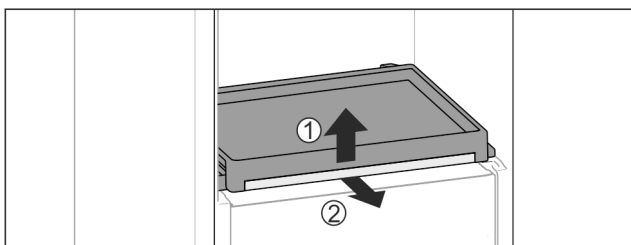

Fig. 42
- Auszugsbord mit Glasplatte entnehmen: Glasplatte vorne leicht anheben Fig. 42 (1) und nach vorne herausziehen Fig. 42 (2).